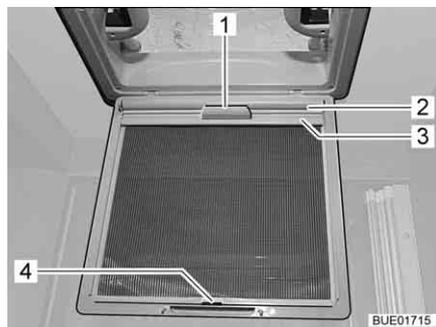

Bild 95 Verdunklungsrollo (Dachhaube)
- Verdunklungsrollo (Bild 95,2) am Griff (Bild 95,1) herausziehen und Halteleiste (Bild 95,3) in den Haken (Bild 95,4) am Insektenschutz einhängen.
- Halteleiste (Bild 95,3) vom Haken (Bild 95,4) lösen und Verdunklungsrollo (Bild 95,2) am Griff (Bild 95,1) langsam zurückführen.